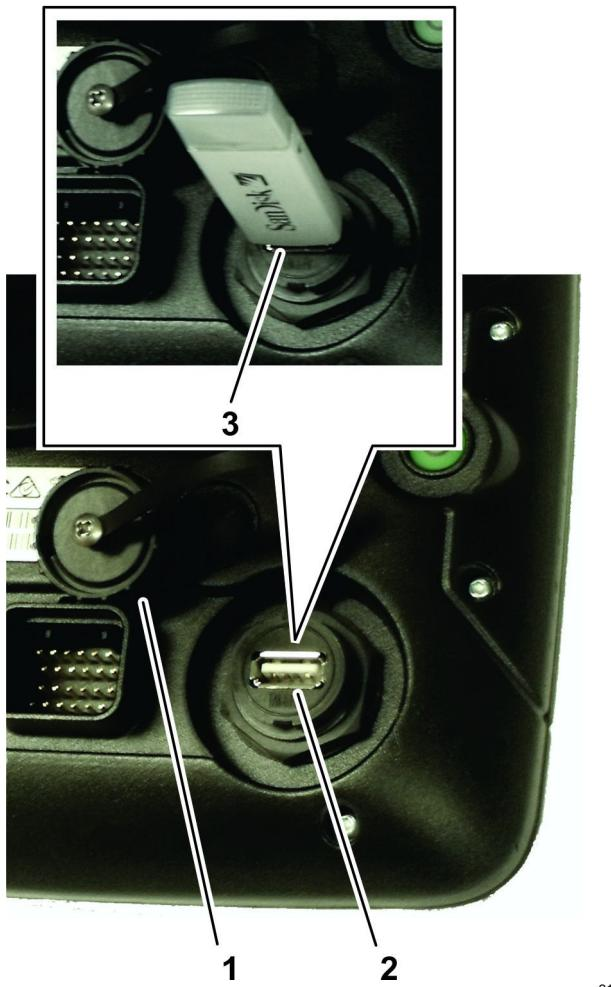

图 22
- 从位于电源按钮下方的 USB 端口上取下盖子图 22。
2. 将 USB 存储器插入 USB 插座图 22。